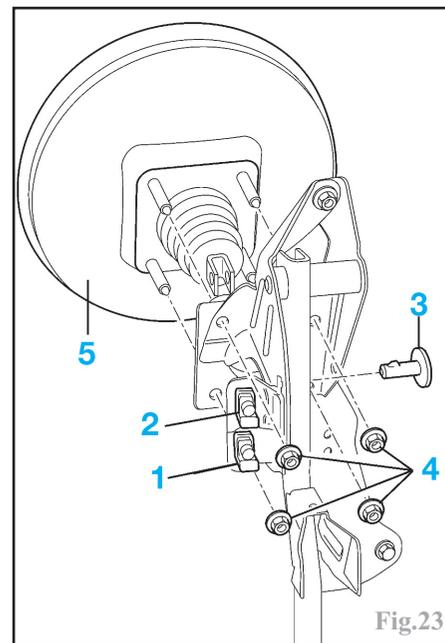

Fig.23
-le contacteur (1) de feux stop de la pédale de frein (Fig.23).
-le contacteur (2) de désactivation du régulateur de vitesse de la pédale de frein (si équipé).